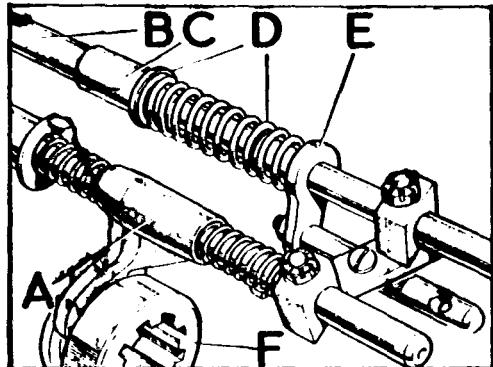

Fig. C-54 Conjunto de las barras correderas
- 1.1.2. Extraer el conjunto de las barras correderas (Fig. C-54) y la garra de enclavamiento, F, para la tracción a las cuatro ruedas.